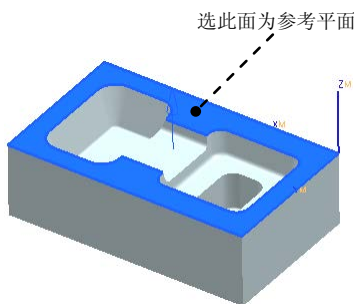

图 4.2.5 选择参考平面
(1) 在 **间隙** 区域 **安全设置选项** 下拉列表中选择 **平面** 选项。
(2) 单击“指定安全平面”按钮 , 选取图 4.2.5 所示的模型表面为参考平面, 在“平面构造器”对话框的 **偏置** 文本框中输入值 10.0。
(3) 单击“平面构造器”对话框中的 **确定** 按钮, 完成安全平面的创建, 然后再单击“MCS”对话框中 **确定** 按钮。